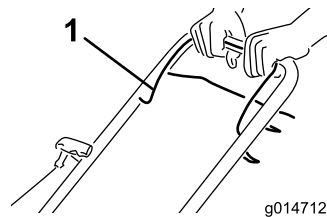

Figure 14
1. Maintenez la barre de commande de la lame (Figure 14) contre le guidon.